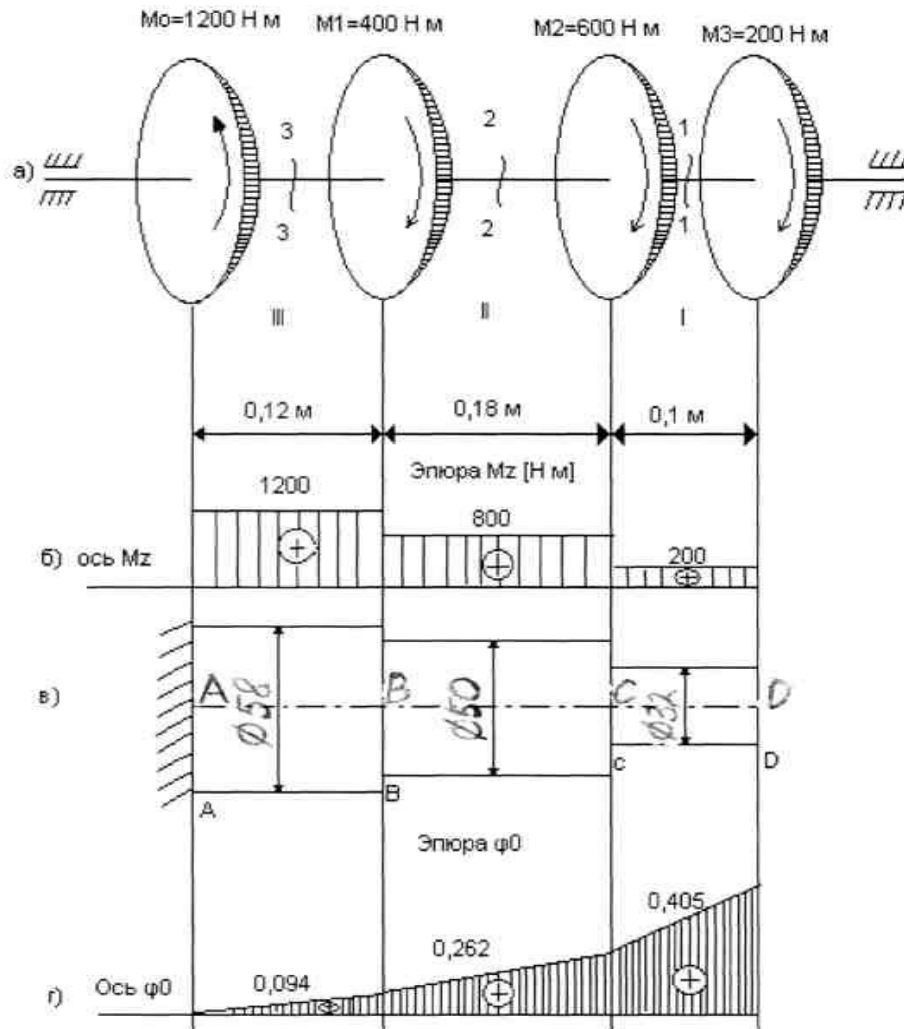

Рисунок 2 – Схема вала
Пример: На ступенчатом валу (рисунок 2) жёстко закреплены четыре шестерни. Ведущая шестерня сообщает валу вращающий момент $M_0 = 1200 \text{ Н}\cdot\text{м}$. Другие шестерни передают вращательные моменты на валы параллельные первому: $M_1=400 \text{ Н}\cdot\text{м}$, $M_2=600 \text{ Н}\cdot\text{м}$, $M_3=200 \text{ Н}\cdot\text{м}$, допускаемые напряжения $[\tau] = 32 \frac{\text{Н}}{\text{мм}^2}$. Построить эпюру крутящих моментов, определить диаметры ступеней вала и полный угол закручивания.
2). Выбираем масштаб и строим эпюру M_z (рисунок 2б).
Выбираем масштаб и вычерчиваем эскиз вала (рисунок 2в).
По полученным данным построим эпюру углов поворота сечений (рисунок 2г).